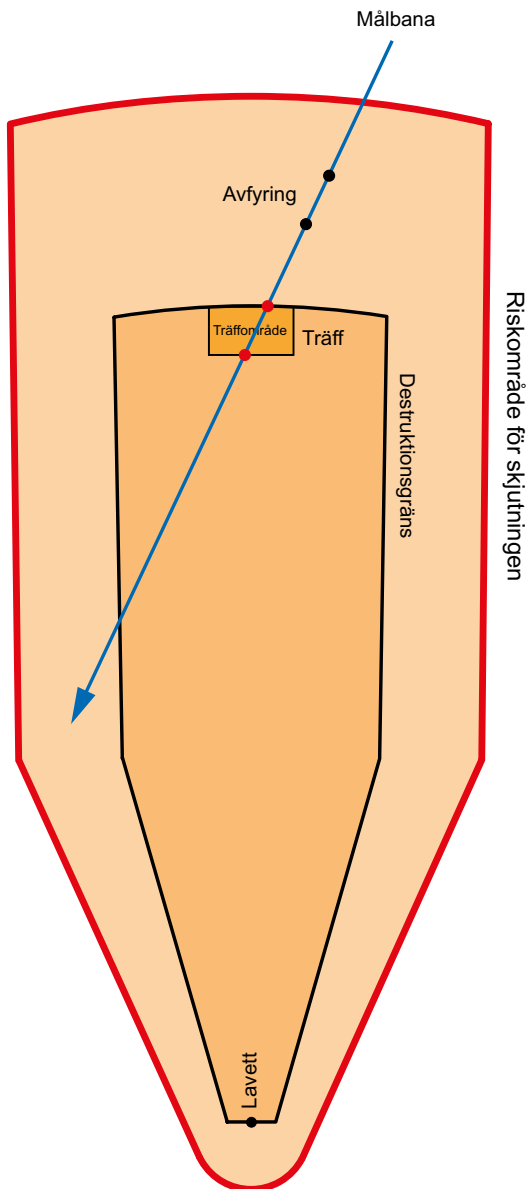

Bild 11.6. Skjutfall X.
**22. Skjutfallsexempel.** – Här ges ett exempel på ett vanligt skjutfall. I skjutfallet kommer målobjektet in snett framifrån och följer en rakbana. Målträff ska ske mellan två punkter på banan. Träffområdet blir därmed ett linjestycke. Se *Bild 11.6*.